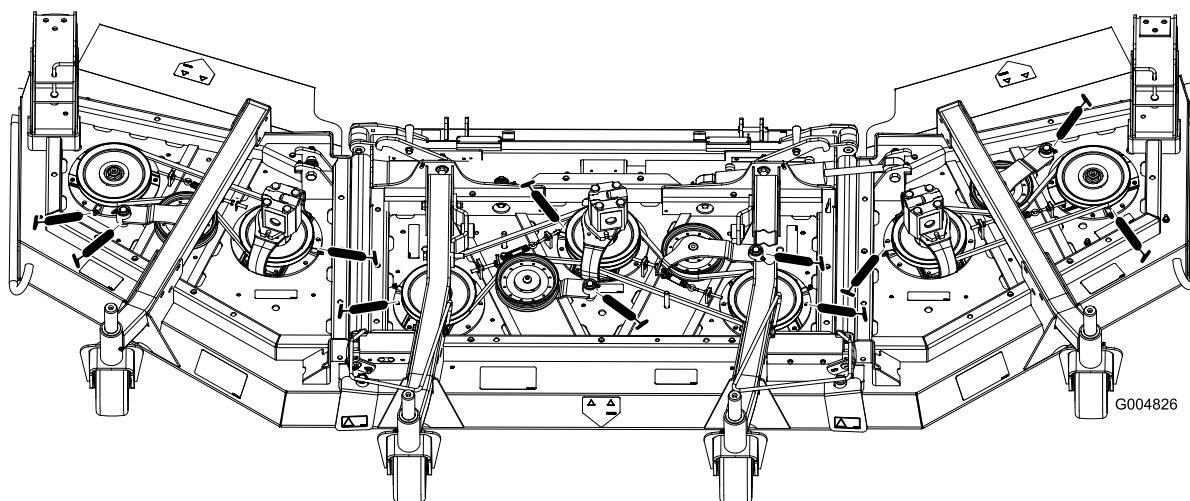

Figura 68
- Cojinetes de eje (3) (situados debajo de la polea) (Figura 68).
- Casquillos del pivote del brazo tensor (2) (Figura 68)